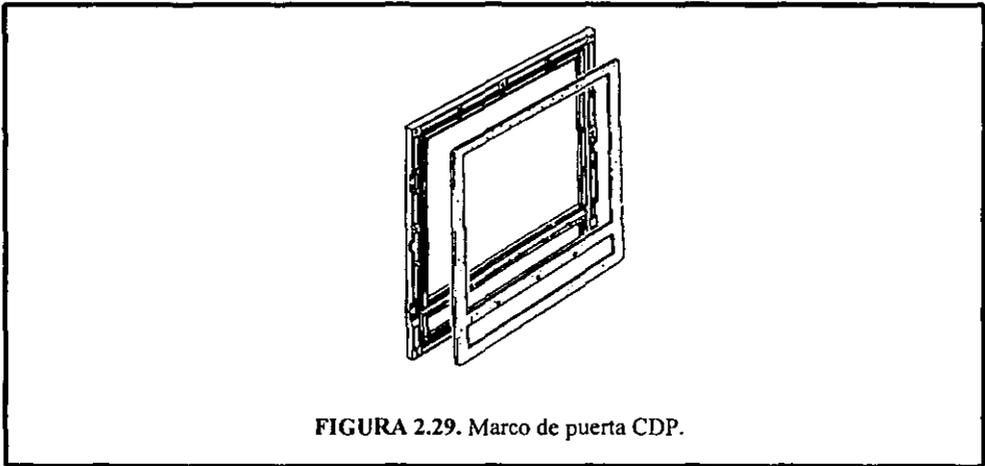

FIGURA 2.29. Marco de puerta CDP.
**Tapa transparente CDP.**- Este marco se monta en la puerta de la celda para obtener un grado de protección IP 405, se puede montar en aparatos fijo y removibles. La protección IP 405 es para un aparato instalado en armario con acceso a los mandos a través del cuadro de puerta, la figura 2.29 se muestra este tipo de marco.